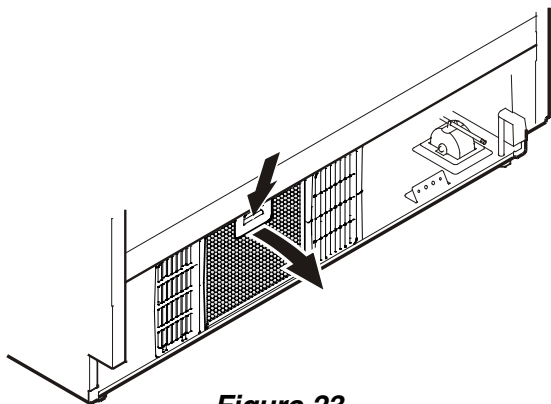

Figure 23
- Presser le bouton du filtre à air vers le bas, faire basculer le filtre vers l'avant puis le retirer - **Figure 23**.